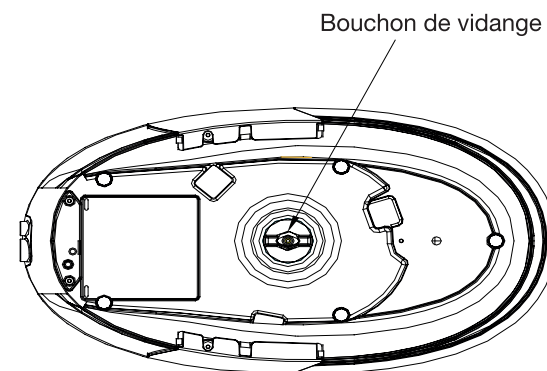

FIGURE 6
3. Retournez la chaudière et dévissez le bouchon de vidange (figure 6) puis, videz l'eau contenue dans la chaudière.